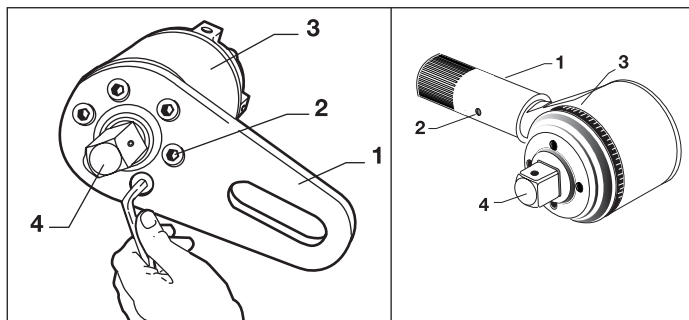

Abb. 1, Auswechseln der Reaktionsplatte
Ein Abtriebsvierkant mit kontrollierter Scherrate (Abb. 1 Punkt 4) schützt interne Komponenten, falls die maximale Ausgangskapazität überschritten wird. Dieser Überlastschutz führt dazu, dass der Antrieb bricht, wenn der Abtrieb zwischen 103% und 110% der Nennausgangskapazität überschreitet. Ein Ersatzantrieb wird mit dem Drehmoment-Vervielfältiger mitgeliefert (E391, E392, E393, E492, E493, E494, E495). (Bestellen Sie zusätzliche Ersatzteile bei Ihrem Enerpac-Händler.)
3. Montieren Sie einen Antriebsinnenvierkant in richtiger Größe in den Abtriebsvierkant des Drehmoment-Vervielfältigers (Abb. 1, Punkt 4). Positionieren Sie den Einsatz und den Drehmoment-Vervielfältiger zum Festziehen am Befestigungselement.
- Entfernen Sie die Schrauben (Abb. 1, Punkt 2), die die Reaktionsplatte (Abb. 1, Punkt 1) am Drehmoment-Vervielfältiger halten, und entfernen Sie die Reaktionsplatte vom Drehmoment-Vervielfältiger.
- Befestigen Sie die Reaktionsplatte wieder mit den vorher entfernten Schrauben am Drehmoment-Vervielfältiger (Abb. 1, Punkt 2).